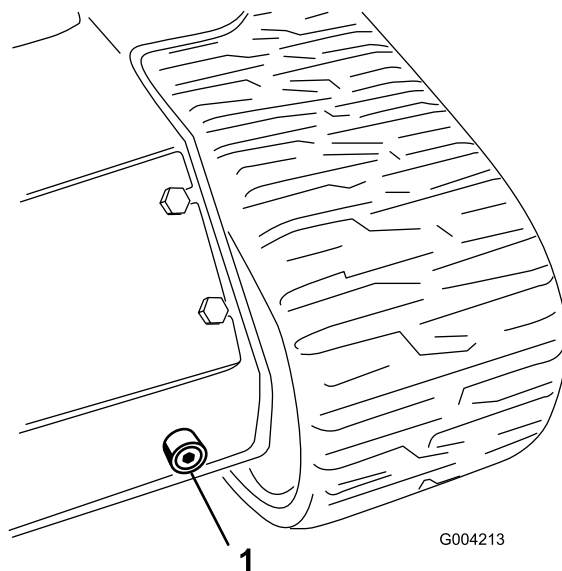

Figure 62
6. Placez un grand bac de vidange (d'au moins 57 litres de capacité) sous le bouchon de vidange à l'avant de la machine (Figure 62).
7. Retirez le bouchon de vidange pour permettre à l'huile de s'écouler dans le bac de vidange (Figure 62).